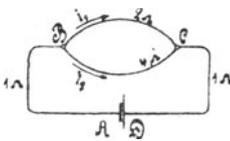

Fig. 12.
77. Ein Element, dessen elektromotorische Kraft 1,8 [1,43] (1,5) V und dessen innerer Widerstand $\frac{1}{6}$ [0,5] (0,06) Ω beträgt, wird geschlossen durch zwei Drähte AB und CD (Fig. 12) von je 1 [0,8] (1,5) Ω Widerstand und den beiden zwischen B und C liegenden Drähten von 2 [1,5] (3) Ω und 4 [3,5] (2) Ω Widerstand. Gesucht: